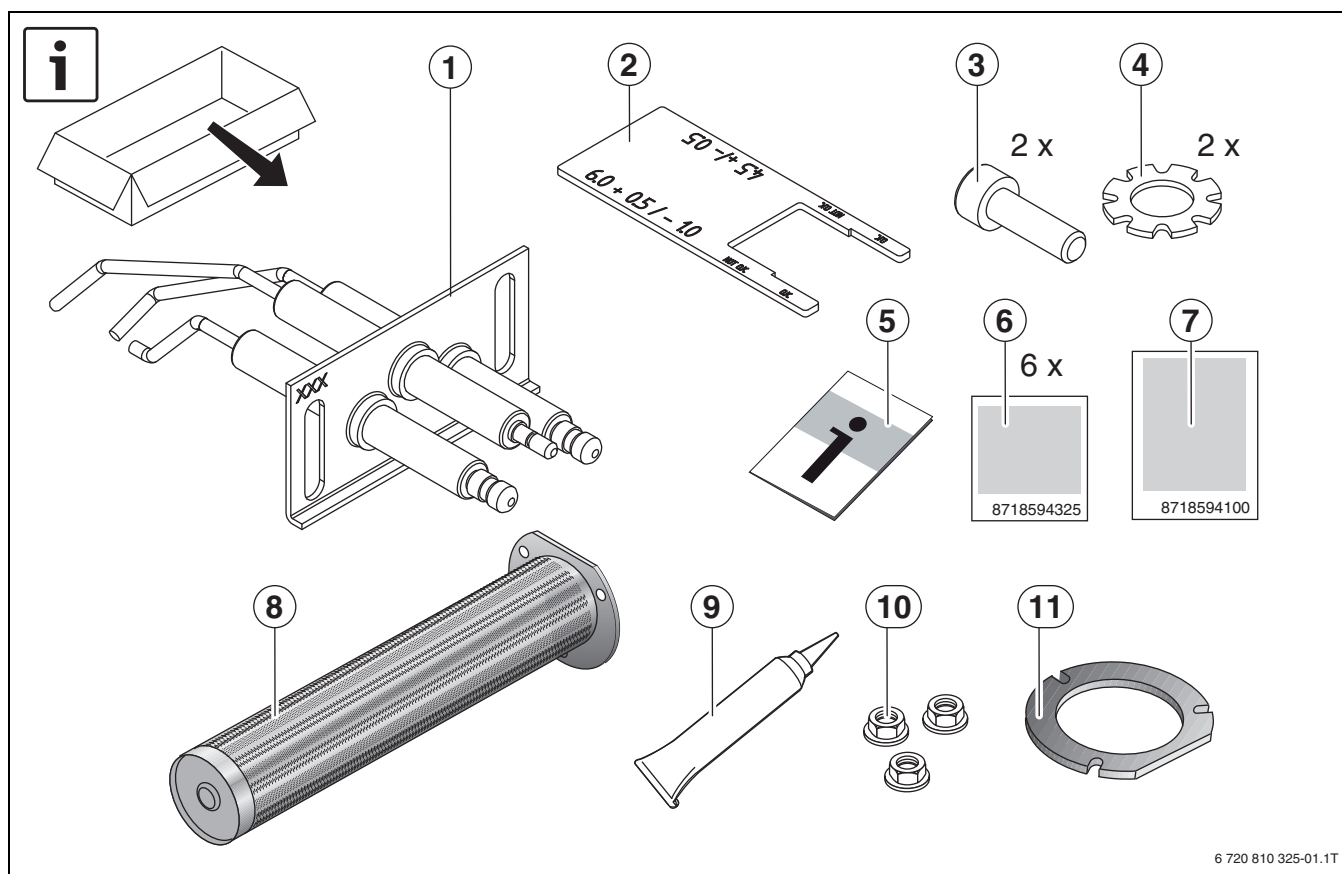

Fig. 1
- Fäst etiketten i leveransinnehållet på brännarens fördelarbalk (→ bild 1, sidan 16, [7]).
- Stryk motsvarande ställe i den befintliga installations- och underhållsanvisningen. Fäst etiketten i leveransinnehållet på motsvarande plats (→ bild 1, sidan 16, [6]).